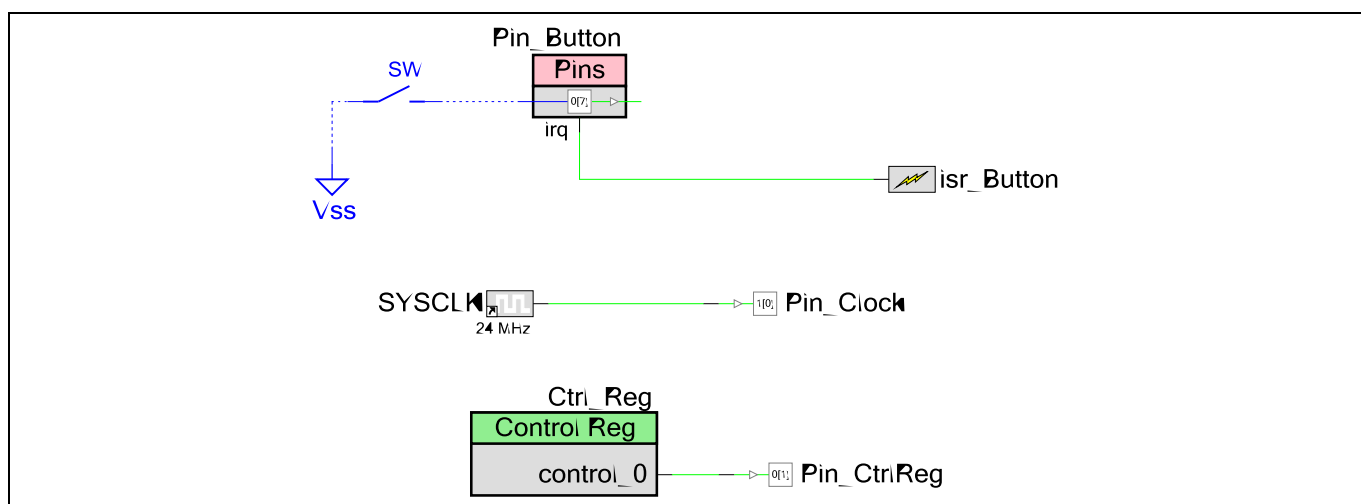

Figure 81 ディープスリープ終了時のグリッチを回避
2. Table 10 に示すように各コンポーネントを設定してください。Figure 81 に示すように、コンポーネントを接続してください。